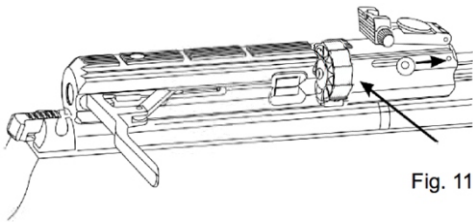

Fig. 11
4. Empurre para frente o eixo trava, insira o magazine e retorne para trás o eixo trava (Fig.11). Se necessário rotacione o magazine no sentido anti-horário até que não seja mais possível rotacionar o magazine